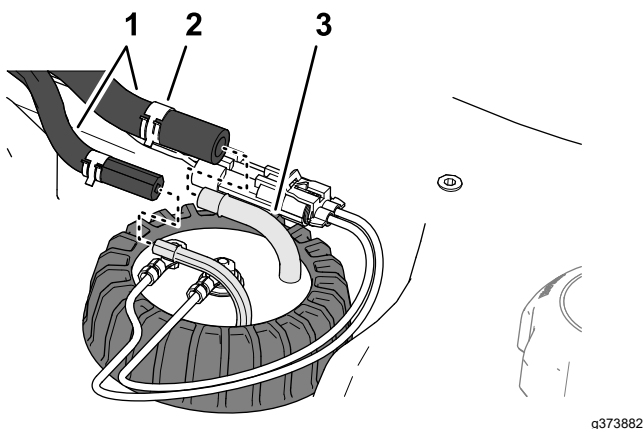

図 90
4. 燃料センダの機体内側にあるフィッティングにホースを固定しているクランプを外してフィッティングからホースを取り外す **図 90**。